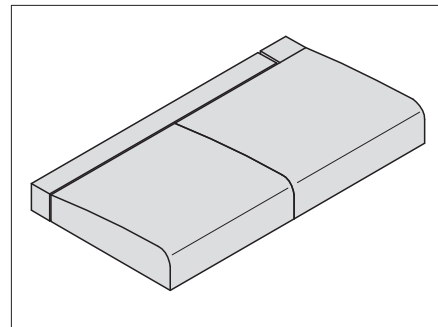
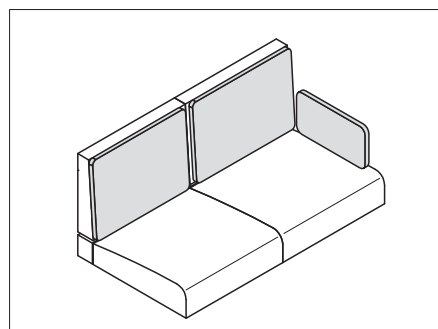

Fig. 205 Positionner les supports de siège
Fig. 207 Coussins pour supports de dossier
- Placer les coussins d'assise, de dossier et supplémentaire comme montré dans Fig. 205 à Fig. 207.